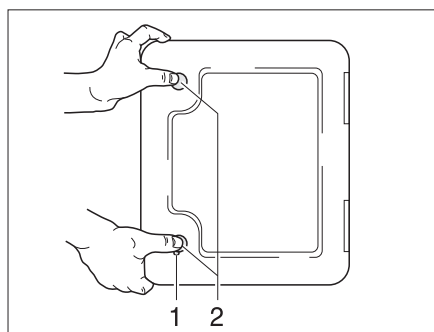

Fig. 153 Trampilla para el cassette Thetford
La trampilla de evacuación para el cassette Thetford (Fig. 153) está en la parte exterior del vehículo.
- Introducir la llave en el cilindro de cierre del cierre a presión (Fig. 153,1) y girarla un cuarto de vuelta en sentido de las agujas del reloj.
- Presionar ambos cierres a presión (Fig. 153,2) al mismo tiempo con el pulgar y abrir la trampilla para el cassette Thetford.